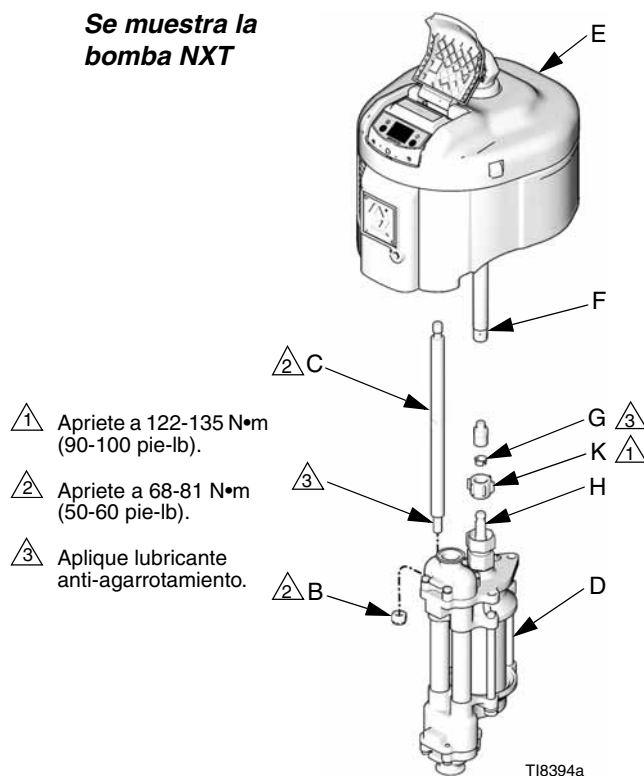
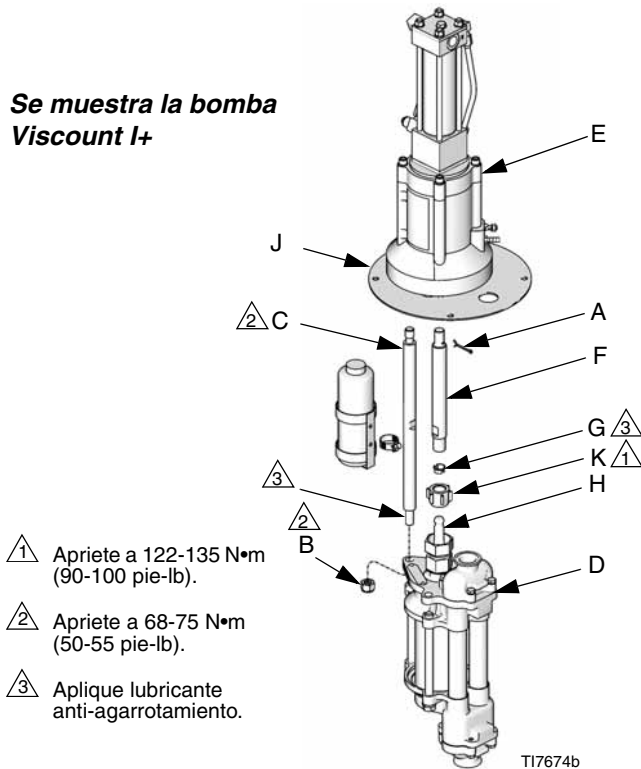

FIG. 2
FIG. 3
3. Afloje la tuerca de acoplamiento (K) y retire los collares (G). Retire la tuerca de acoplamiento de la varilla del pistón (H). Desenrosque las tuercas de seguridad (B) de las varillas de unión (C). Tire de la base de bomba (D) para separarla del motor (E). Vea la FIG. 2 y la FIG. 3.
1. Afloje, sin retirar, los tornillos que sujetan la placa adaptadora (J) al motor (E) en las bombas Viscount I+. Vea la FIG. 3.
2. Enrosque las varillas de unión (C) en la placa adaptadora (J) y apriételas a 68-75 N•m (50-55 pie-lb). En las bombas Viscount I+, las varillas de unión engranarán en los orificios roscados de la base del motor.
3. Llene con grasa la cavidad de la parte inferior del eje del motor. Enrosque la varilla de acoplamiento (F) en el eje del motor hasta que se alineen los orificios del pasador. En las bombas Viscount I+, instale el pasador (A) en el primer orificio desde el extremo del acoplamiento.
4. Alinee la base (D) con las varillas de unión (C) y coloque sin apretar las tuercas de seguridad de las varillas de unión (B).
4. Desenrosque la tuerca de acoplamiento (K) de la varilla del pistón (H). Deje que la tuerca y los collares (G) descansen en la varilla del pistón. Vea la FIG. 2.
7. Levante el eje del motor y retire la tuerca de acoplamiento (K) y los collares (G). Vea la FIG. 2 y la FIG. 3.
12. Arme la junta tórica (36†) en el cartucho de cuello (35). Aplique lubricante a las roscas del cartucho de cuello, luego enrósquelo en la carcasa superior de la bomba (1). Apriete el cartucho de cuello a 135 N•m (100 pie-lb).
13. Apriete firmemente la tuerca de la empaquetadura (21) y luego gire la tuerca otro 1/4 de vuelta. Si tiene una llave dinamométrica, apriete la tuerca de la empaquetadura a 40 N•m (30 pie-lb), luego vuelva a apretar a 20-27 N•m (15-20 pie-lb).
14. Enrosque la tuerca de acoplamiento (K) y los collares (G) en la varilla del pistón (H). Apriete a 197-203 N•m (145-150 pie-lb). Vea la FIG. 2.
15. En las bombas Viscount I+, vuelva a instalar el pasador (A). Si es necesario, vuelva a conectar el suministro hidráulico y desplace la bomba a la mitad de su carrera. Instale el pasador en el primer orificio desde el extremo del acoplamiento.